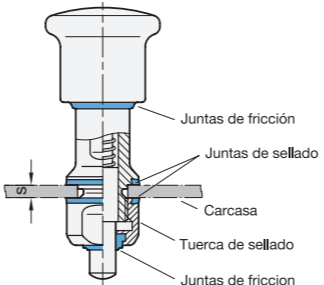

imagen 1
- El posicionador de muelle solo puede utilizarse en combinación con la junta de sellado facilitada. La junta tiene forma cónica y por lo tanto debe comprobarse que se coloca en la posición correcta (imagen 1).
- También debe prestarse atención a la longitud de sujeción adecuada para conseguir un sellado correcto (imagen 1).
- La posición de montaje que puede verse en la imagen 1 garantiza la eliminación automática de los líquidos.
- Las juntas defectuosas deben sustituirse por otras nuevas (imagen 1). Utilice únicamente juntas especiales del tamaño adecuado (GN 7600).
La junta de fricción (imagen 1) no se puede sustituir. Por este motivo, el posicionador de muelle debe sustituirse cuando la junta de fricción presente daños, grietas o fragilidad.